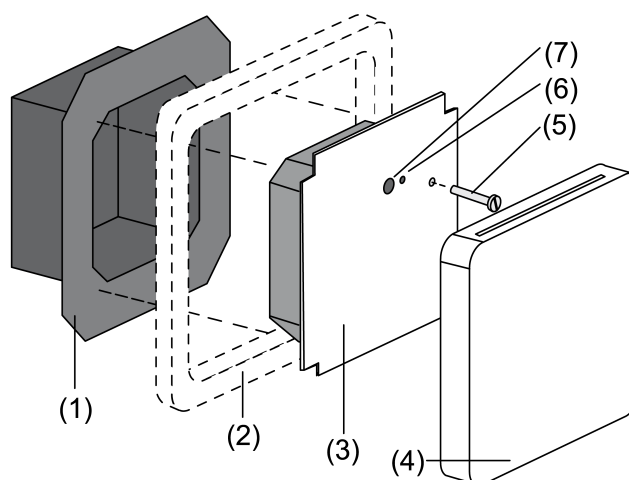

Figura 1
- Installare l'inserto morsetti (1) (Vedi figura 1) nella scatola apparecchi sotto intonaco. Fare attenzione scritta **OBEN / TOP**. La connessione bus (9) (Vedi figura 2) deve essere in basso a destra.
- Applicare il telaio di copertura (2) sull'inserto morsetti (1) (Vedi figura 1).
- Posizionare correttamente il modulo elettronico sull'inserto morsetti (Vedi figura 1).
- Rimuovere la copertura (4) (Vedi figura 1).
- Fissare il modulo elettronico con la vite di sicurezza (5) (Vedi figura 1).
- Riposizionare la copertura (4) (Vedi figura 1).
- Premere il tasto programmazione (7) (Vedi figura 1).
Il LED di programmazione (6) s'illumina (Vedi figura 1).
Il LED di programmazione (6) si spegne (Vedi figura 1).